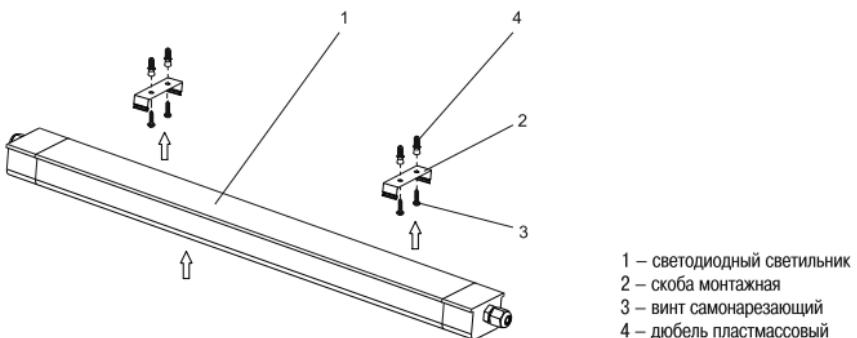

Рисунок 2
5.2.1 Монтаж светильника на рабочую поверхность производить при помощи монтажных скоб и саморезов, входящих в комплект поставки. Для монтажа необходимо закрепить две монтажные скобы на стене или потолке и защелкнуть в них корпус светильника (рисунок 2).